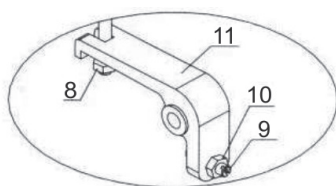

Fig. 4 – Paso 3
- Encaje la punta - pasador roscado y tuerca (8) de la cadena (2) en la base de ajuste (11), ver fig. 4.